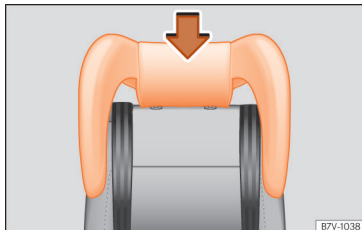

Abb. 33 Integrierter Kindersitz: Kopfstütze desselben befestigen.
- Führungsstangen der Kopfstütze von oben durch die Öffnungen in der seitlichen Kopfstütze stecken » » **Abb. 33**.